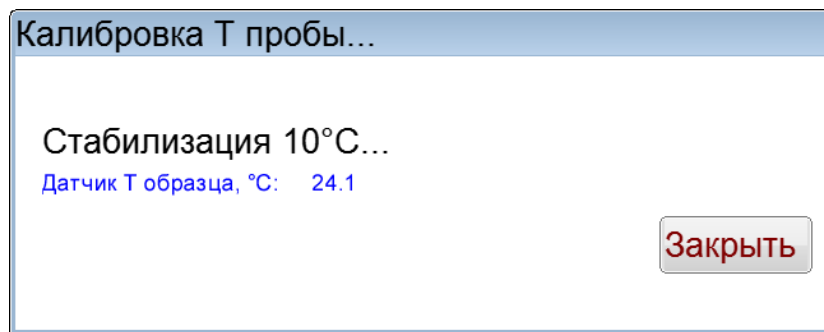

Рисунок 35 – Стабилизация 10°C
5.6.10 Нажать кнопку **[Калибровать]**, после чего откроется окно «Стабилизация Т пробы», в котором будет отображен статус «Стабилизация 10°C» (рисунок 35).